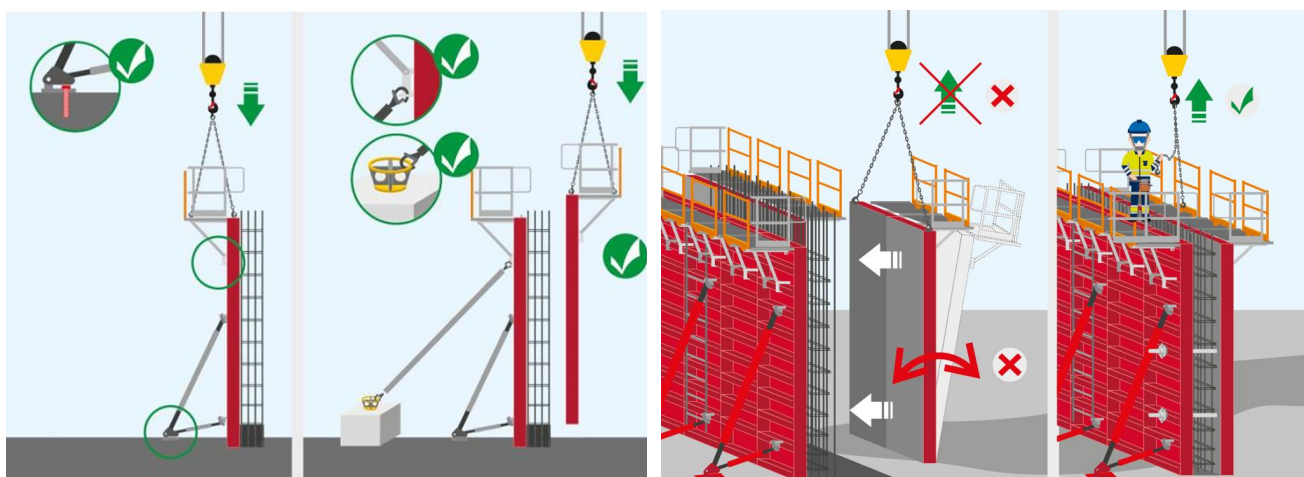

Rysunek 5 Stosowanie liny kierunkowej do asekuracji ładunku
- przemieszczany element nie miał możliwości upadku, przewrócenia, ślizgu lub obrotu; transport powinien być prowadzony z użyciem lin kierunkowych (rys. 5),